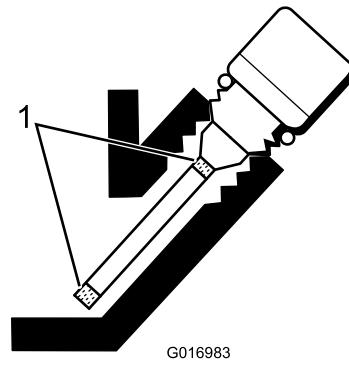

図 23
5. 不足であれば、ゲージの網目模様部分の中間位置になるまで補給する(図 23)。入れすぎないこと。